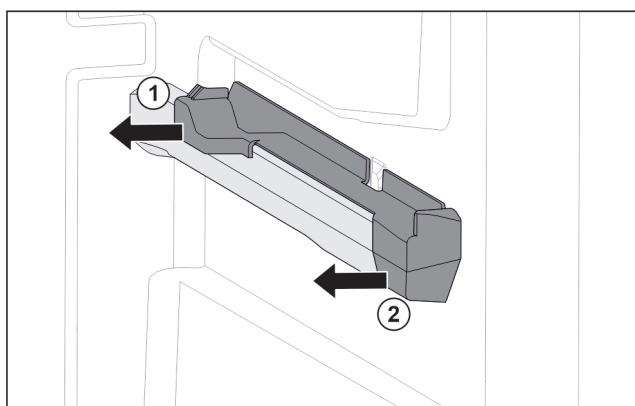

Fig. 114 Nasazovací díl na pravém žebrování na nádoby
- Uchopte nasazovací díl dole vzadu. (1)
- Stáhněte nasazovací díl vzadu na stranu. Fig. 114 (1)
- Stáhněte nasazovací díl vpředu na stranu. Fig. 114 (2)